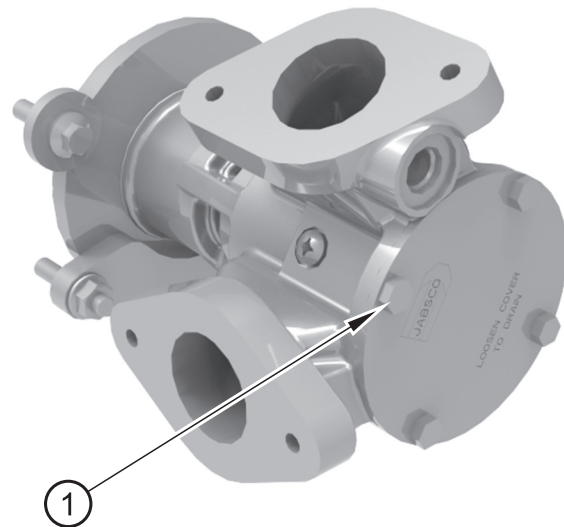

Figure 9
2. Desserrez les quatre vis (figure 9, repère 1) qui fixent la plaque d'extrémité de la pompe à eau auxiliaire et déposez la plaque. De l'eau auxiliaire s'écoulera de la pompe lors du retrait de la plaque d'extrémité.